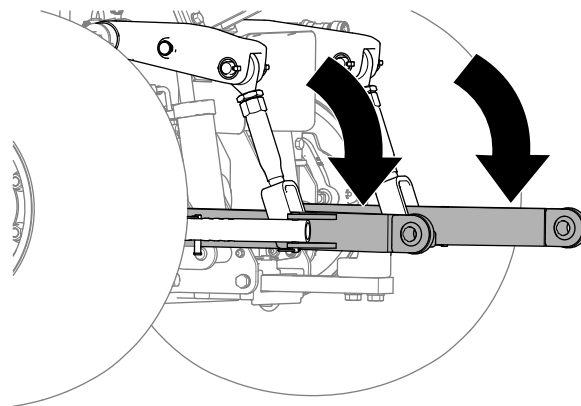

Figura 14
- Abbassate i bracci degli attacchi inferiori del trattorino (Figura 14).